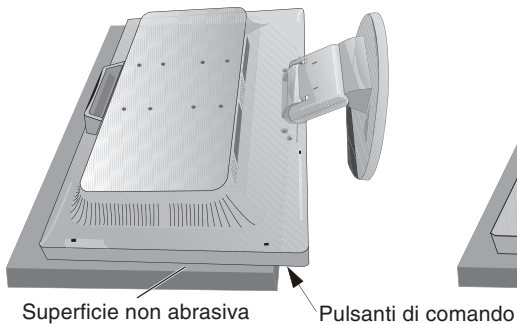

Figura R.1
2. Sistemare il monitor verso il basso su una superficie non abrasiva (**Figura R.1**).